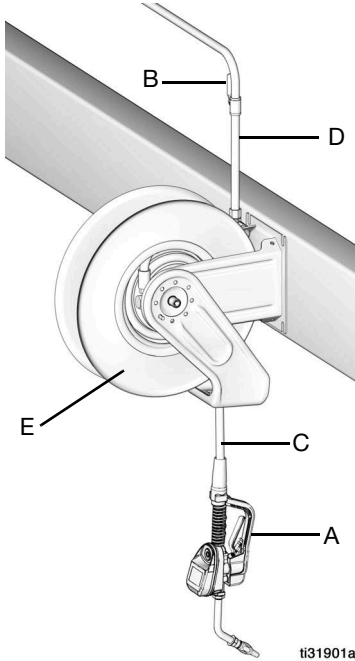

FIG. 6
L'installazione illustrata in FIG. 6 serve solo come guida. Non rappresenta uno schema completo del sistema. Contattare il distributore Graco per l'assistenza tecnica per progettare un sistema adatto alle proprie necessità.
2. Chiudere la valvola di chiusura (B, vedere FIG. 6, pagina 9).
1. Chiudere la valvola di chiusura del fluido (B, vedere FIG. 6, pagina 9) in ciascuna posizione di erogazione.
4. Aprire lentamente la valvola di chiusura del fluido (B) nella posizione di erogazione. Lasciar fuoriuscire un quantitativo d'olio sufficiente a garantire che l'intero impianto sia pulito; quindi chiudere la valvola.